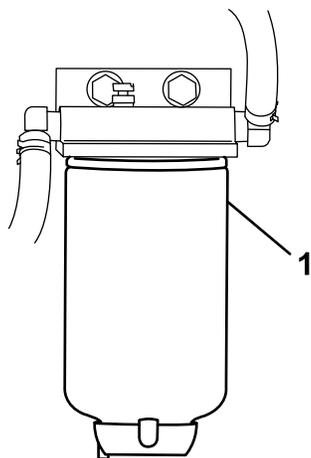

Figure 25
3. Dévissez le filtre à carburant du support (Figure 25).